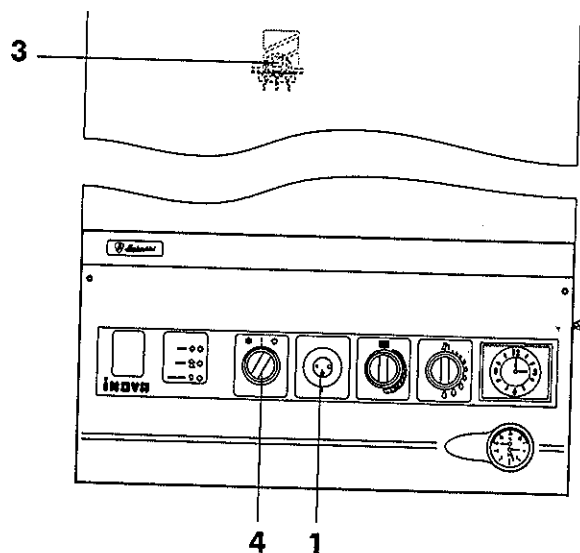

Fig. 2
Aprire il rubinetto del gas, posizionare il selettore (fig.2 pos.4) in estate. Ruotare il pulsante della valvola gas (fig.2 pos.1) in posizione pilota (*) e premerlo a fondo fino a che non si accende la fiamma del bruciatore pilota (fig.2 pos.3); attendere quindi alcuni secondi prima di rilasciare il pulsante (1); se rilasciandolo la fiamma dovesse spegnersi, ripetere l'operazione tenendo premuto più a lungo. Ruotare quindi il pulsante della valvola gas (1) in posizione bruciatore (♣).